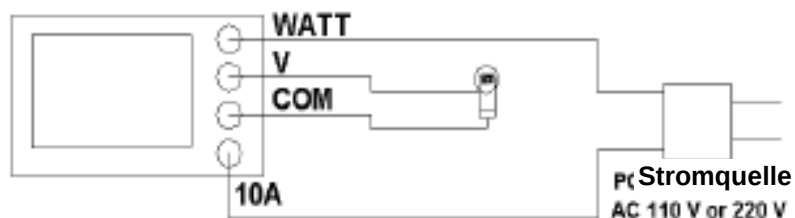

Abb. 2
Verbinden Sie die Testkabel gemäß Abb. 2 mit den Klemmen (3 – 16, 3 – 17, 3 – 18, 3 – 19).
- 6) * Verbinden Sie die „LAST“ mit den Klemmen 3 – 17, 3 – 18 (s. Abb. 2).
* Verbinden Sie die „STROMQUELLE“ mit den Klemmen 3 – 16, 3 – 19 (s. Abb. 2).
„V“-Eingangsbuchse (3 – 17, Abb. 2) und „COM“-Eingangsbuchse (3–18, Abb. 2)
Verbindung der Wandler-Stromabgabe mit der „10 A“-Eingangsbuchse (3 – 19, Abb. 2) und der „COM“-Eingangsbuchse (3 – 18, Abb. 2)
„V“-Eingangsbuchse (3 – 17, Abb. 2) und „COM“-Eingangsbuchse (3 – 18, Abb. 2)
Verbindung des Zangenanlegers (1 AC mV pro 1 ACA), mit den „Clamp-On Current Input“-Eingangsbuchsen (3 – 20, Abb. 2).